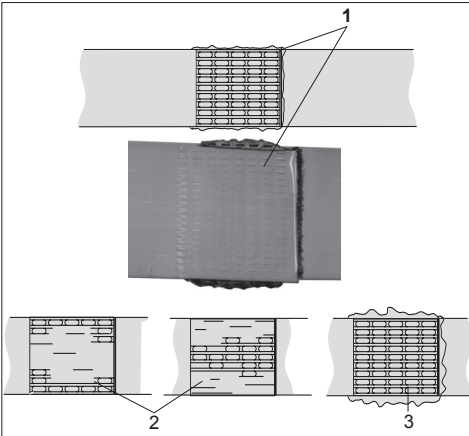

Fig. 9
- Check appearance of seal (see fig. 9) after each strapping. If the straps are poorly welded, **check the welding time setting (refer to chapter 5.7).**
- Compruebe la apariencia de soldadura (ver fig. 9) después de cada fleje. **Si la calidad del soldado no es satisfactoria: Revise el tiempo de soldadura (ver capítulo 5.7).**
- Vérifier après chaque cerclage l'aspect du sertissage (voir fig. 9). En cas de bandes mal soudées: **vérifier le réglage de la durée de soudure (voir chapitre 5.7).**